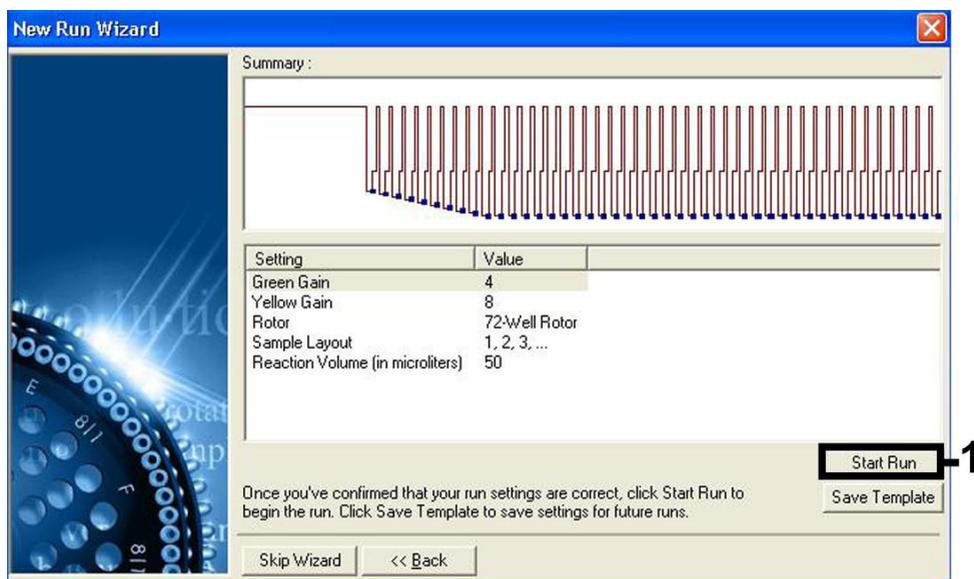

Figura 7. Inicio del ciclo.
Inicio del ciclo	Figura 7
- Los valores de ganancia determinados por la calibración de los canales se guardan automáticamente y se muestran en la última ventana de menú del procedimiento de programación (Figura 7, página siguiente). Haga clic en **Start Run** (Iniciar serie).